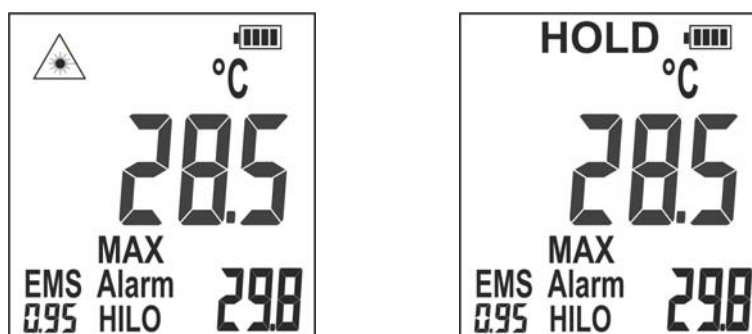

Fig. 18: Visualización resultado de medida
7. Suelte el Gatillo **T** para detener la medida y bloquear la visualización en el último valor leído. El símbolo "☀" desaparece y la indicación "HOLD" se muestra en pantalla (vea la Fig. 18)